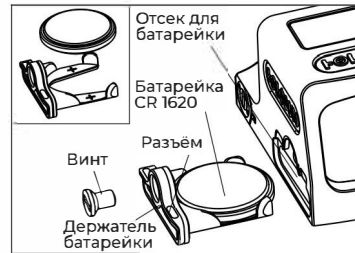

Рис. 3
3. Порядок замены батарейки см рис. 3.